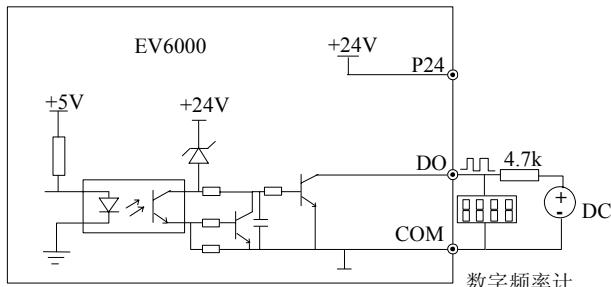

图 4-26 输出端子 DO 连接方式 2
4. 数字脉冲频率输出 DO 也可使用外部电源，接线方式请参见图 4-26。